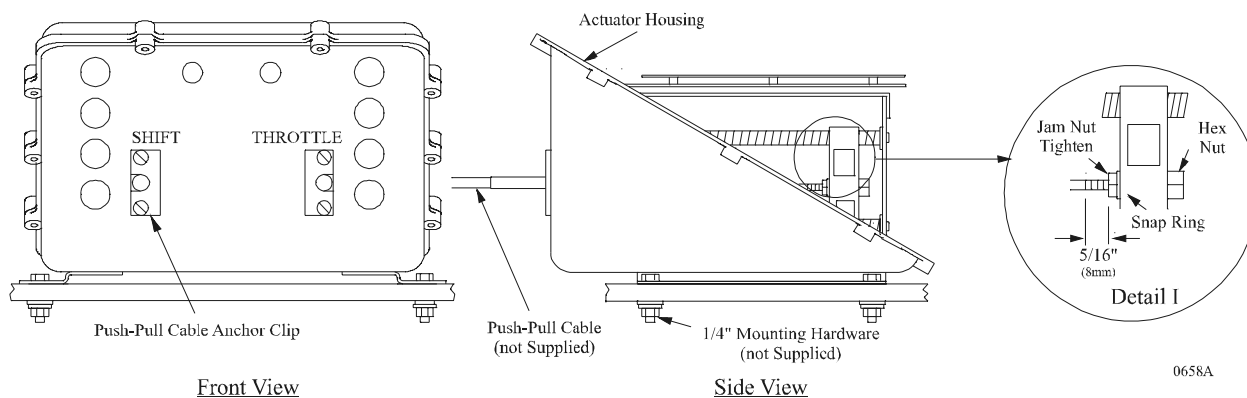

Abbildung 20: Verbindung der mechanischen Schaltzüge mit der Stelleinrichtung
Siehe Abbildung 20:.
- E) Verbinden Sie die mechanischen Schaltzüge mit den Sechskantmuttern (siehe Abbildung 20:, Detail I). Schrauben Sie die Sechskantmutter mittels eines 7/16-Zoll-Steckeinsatzes auf die Welle des Kabels, bis das Gewinde um etwa 7,9 mm über die Kontermutter hinausragt.